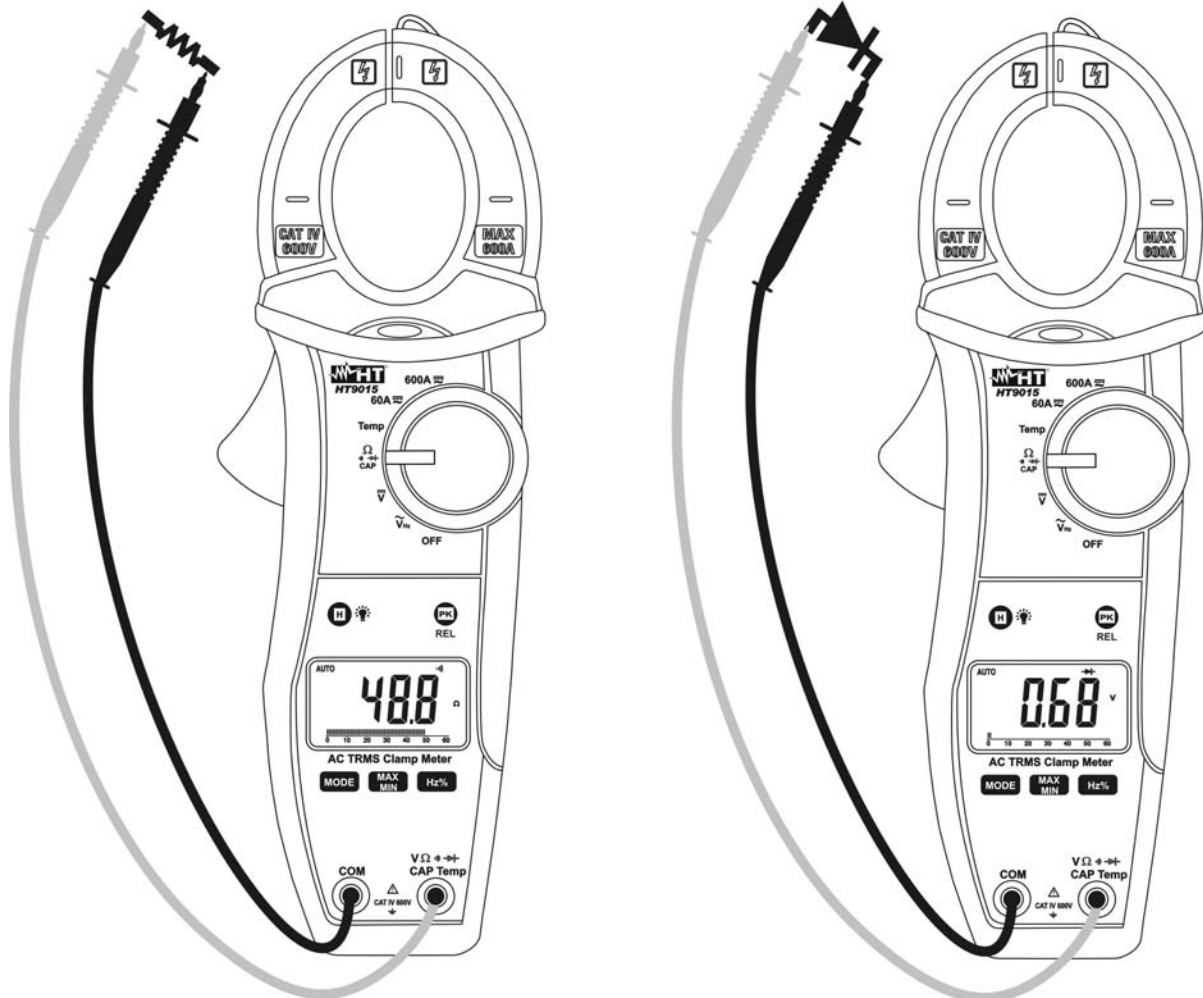

Fig. 6: Uso de la pinza para la Prueba de la Continuidad y Prueba de Diodos
3. Inserte el cable rojo en el terminal de entrada  $V\Omega$   $\rightarrow$  CAP Hz% Temp y el cable negro en el terminal de entrada **COM** y efectúe la prueba de continuidad sobre el objeto en prueba (ver Fig. 6 – parte izquierda). El indicador acústico emite una señal cuando el valor de la resistencia medida es inferior a aproximadamente  $60\Omega$ .
5. Conecte la punta roja al ánodo del diodo y la punta negra al cátodo en caso de medida de polarización directa (ver Fig. 6 – parte derecha). Invierta la posición de las puntas en caso de medida de polarización inversa.